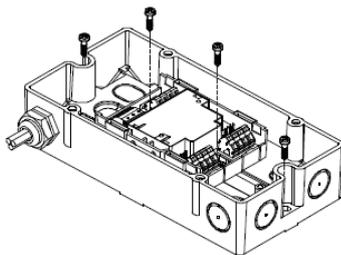

Fig. 3
- Instalação fora do armário de chaveamento ou uma unidade de controle: utilize o alojamento FDCH221 (Fig. 3).
- Utilize dois parafusos (M 4) para encaixar o alojamento sobre uma superfície plana (Fig. 3). Distância entre furos: $182.0 \pm 1,0$ mm.
- Fixe o módulo com dois parafusos no alojamento (Fig. 3)